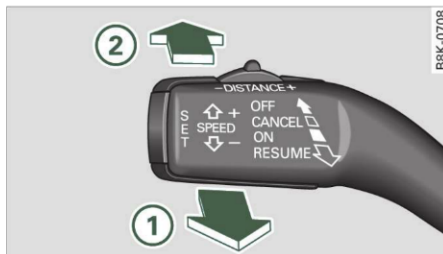

Fig. 109 Maneta de comandă: Deconectarea sistemului cu funcția de memorare și reconectarea acestuia
- Apăsați maneta în sensul $\ominus$ $\Rightarrow$ fig. 109.